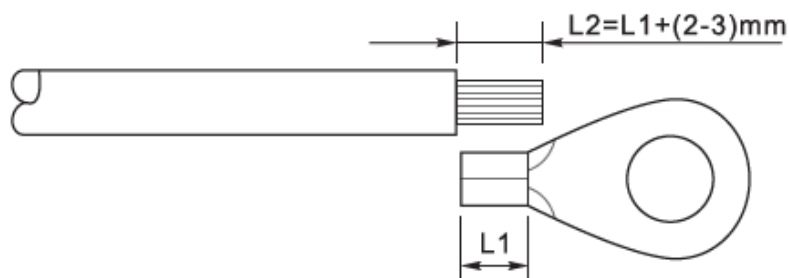

Figura 14 - Preparación del cable de tierra (1)
- 1) Con ayuda de un pelacables, como se muestra en la Figura 14, quitar una longitud adecuada de la capa de aislante externo.